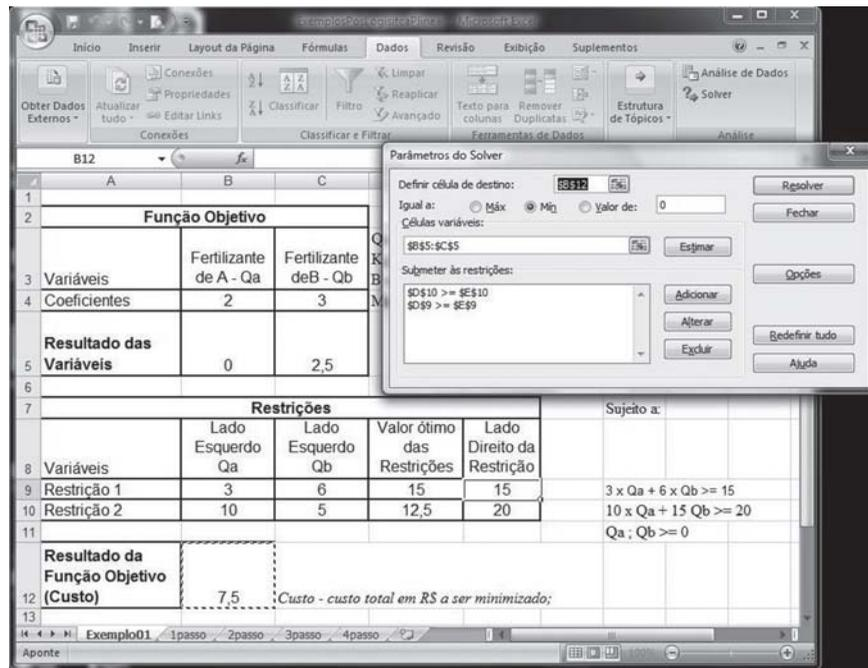
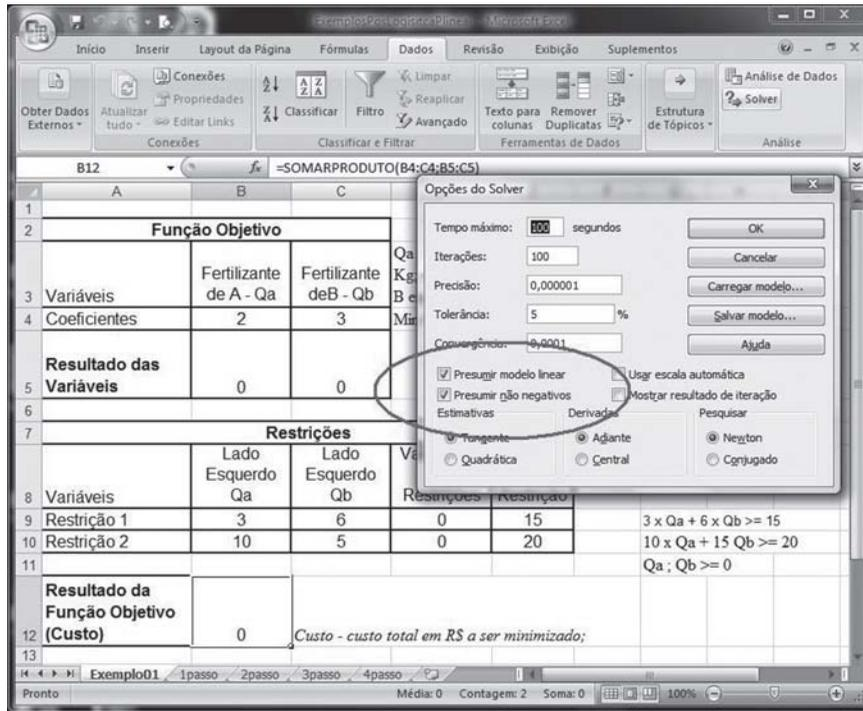
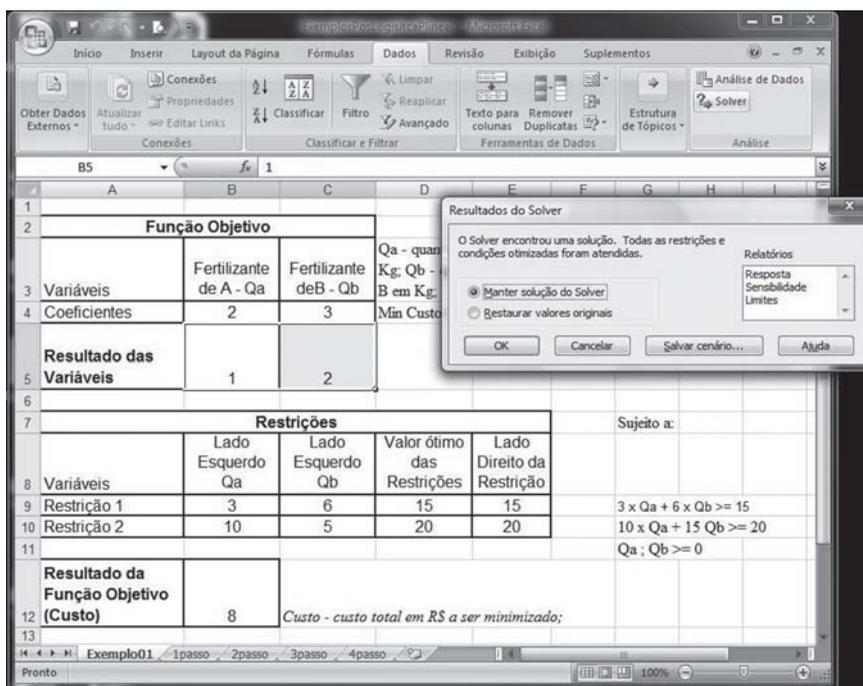

Figura 17: Quinto passo - Entrada dos parâmetros do Solver
Figura 19: Entrada das opções para solução do problema pelo Solver
Figura 20: Sétimo passo – Rodar o Solver para encontrar a solução do Modelo de Programação Linear
Quinto passo: você deve dar entrada nos parâmetros do Solver, conforme Figura 17. Se você estiver usando o Excel do Windows XP, vai encontrar o Solver no item de menu **Ferramentas**. No caso do Excel do Windows Vista, você vai encontrar o Solver no menu **Dados**, normalmente no canto esquerdo da tela. Para não ficar colocando uma figura a cada entrada de parâmetros do Solver, decidimos colocar somente a Figura 17 e depois, com base nela, apresentamos os parâmetros que você deve ir digitando no Excel. Na tela do Solver, à sua direita, na parte superior, você verá os seguintes parâmetros:
- ▶ **Submeter às restrições:** é o local onde você vai informar as restrições do problema. Para essa situação, você verá na Figura 17 como entrar com as restrições.
Para a entrada das restrições no Solver, você deve clicar o botão **Adicionar** e então aparecerá a tela que pode ser vista na Figura 18, na qual você verá a tela de **Adicionar Restrição**. Nessa tela, você vai digitar no espaço do lado esquerdo, **Referência de célula**, o valor \$D\$9, que é o espaço que você deixou para o Solver calcular o valor ótimo das restrições. Logo à direita do espaço da **Referência de célula** temos o sinal, que no exemplo da primeira restrição é “>=”. Depois, mais à direita, temos a **Restrição** que representa o valor do lado direito da restrição. No exemplo, a primeira restrição tem o valor da célula \$E\$9. Para o exemplo que você está construindo existem duas restrições, assim você deve clicar no botão **Adicionar** e entrar com \$D\$10, >= e \$E\$10 e depois clique no botão **Ok**. Você então retornará para a tela da Figura 17.
Depois disso, você deve clicar no botão **Opções**, conforme a tela da Figura 17, e aí aparecerá a tela da Figura 19. Na tela **Opções do Solver** da Figura 19, você deve se certificar de que os campos **Presumir modelo linear** e **Presumir não negativos** estejam marcados com \checkmark . Para este curso, não é necessário que
Sétimo passo: você deve encontrar a solução do problema. Neste momento, você já entrou no Excel com todos os dados necessários para que ele possa executar seu modelo de dados. Agora, você deve clicar no botão **Resolver** na tela da Figura 19 para aparecer outra tela, que pode ser vista na Figura 20. Como você pode reparar na Figura 20, o Solver já calculou a resposta, ou seja, as células B5 e C5 já foram preenchidas com os valores ótimos para a quantidade de fertilizante do fornecedor A e do fornecedor B, respectivamente. Além disso, ele também preencheu o valor da Função Objetivo, célula B12, que representa o custo mínimo alcançado. Mantenha a opção **Manter solução do Solver** e clique no botão **Ok**, se quiser, imprima sua planilha com o resultado do modelo.
Esses são os dados que devem entrar nas restrições. Após tê-los digitado, não se esqueça de clicar no botão **Opções** e se certificar de que os campos **Presumir modelo linear** e **Presumir não negativos** estejam marcados com \checkmark , conforme você fez a partir da Figura 19, do Exemplo 1. Pronto! Mais um modelo conhecido. Se você fez tudo certo, deve chegar à tela de resultados conforme a Figura 22.